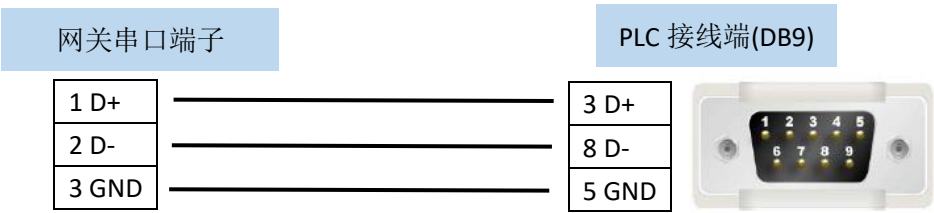

图 1
- b) 网关与 PLC 的 RS-485 串口(PPI)连接方式见图 1：